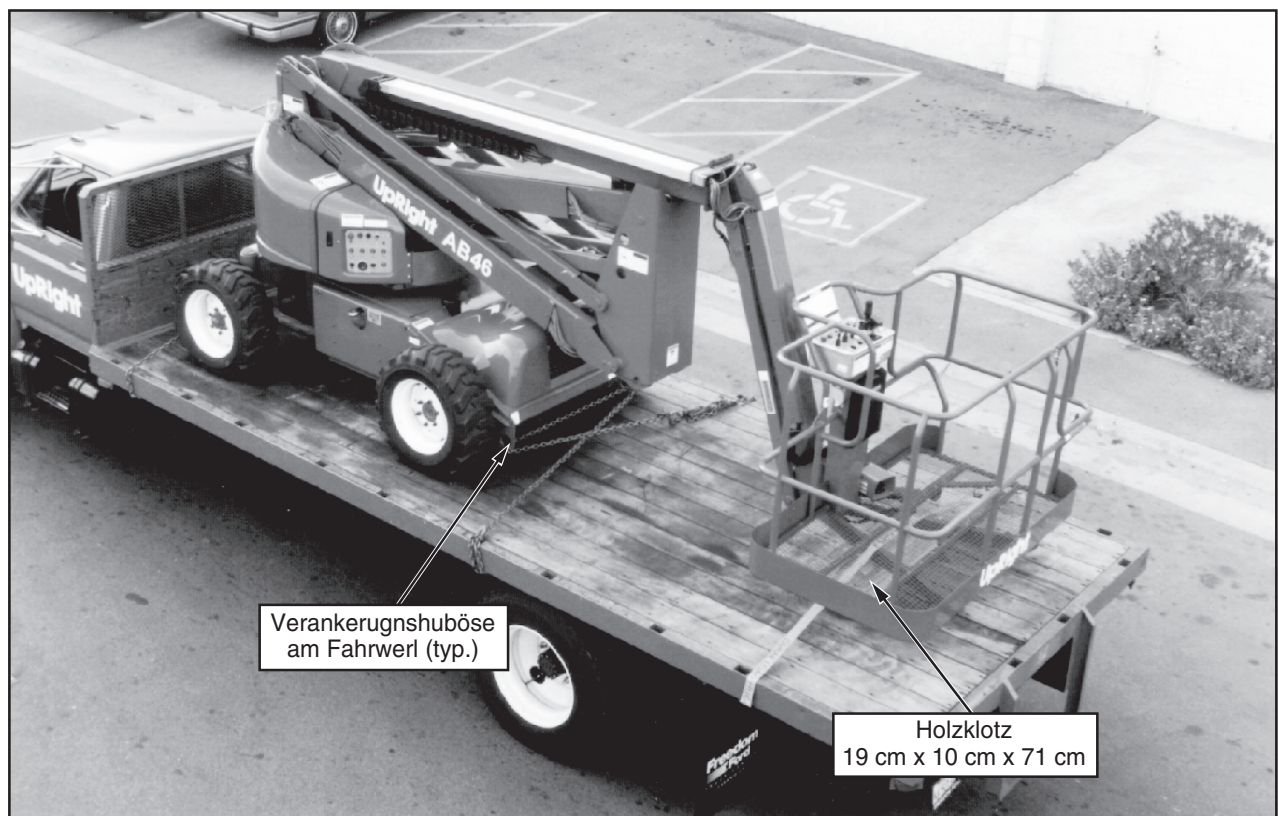

Abbildung 6: Sichern der Maschine für den Transport
5. Die Maschine ist mit Ketten bzw. Gurten ausreichender Tragfähigkeit (siehe Leistungsverzeichnis, Rückseite) am Transportfahrzeug zu sichern. Die Ketten bzw. Gurte sind an den Verankerungsösen des Fahrwerks zu befestigen (siehe Abbildung 6).
6. Einen Holzklotz (19 cm x 10 cm x 71 cm [7.5 Zoll x 4 Zoll x 28 Zoll]) unter die Stützstreben der Wagenbühne schieben, wie in Abbildung 6 gezeigt.
7. Sperrgurte befestigen, dabei unter dem Fußbodenrost hindurchführen und über die Stützstreben führen (siehe Abbildung 6). Fest anziehen, jedoch nicht zu fest.